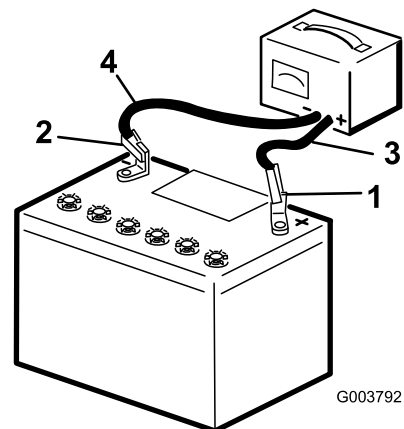

Figura 79
3. Conecte o cabo negativo do carregador ao terminal negativo da bateria (Figura 79).
5. Quando a bateria estiver totalmente carregada, desligue o carregador da rede elétrica e desconecte os cabos do carregador dos terminais da bateria (Figura 79).